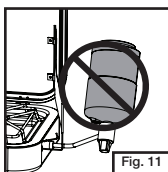

Fig. 11
- No haga funcionar nunca una estufa con el cilindro de propano en una posición invertida. (Fig. 11)